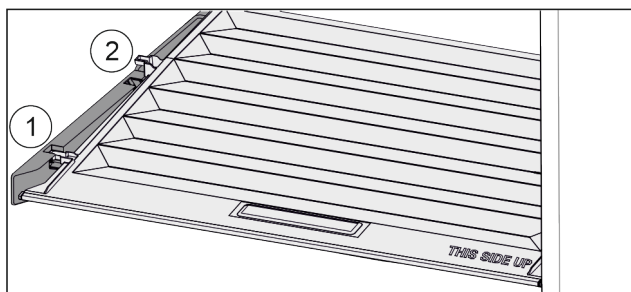

Fig. 67
- Trekk dekkelet til åpningen i holdedelene fremover Fig. 67 (1).
- Løft ut nede bak og ta opp og ut Fig. 67 (2).